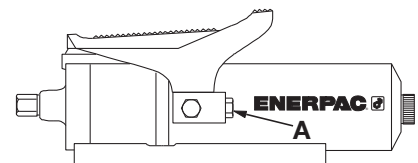

Figure 3
1. Voir la figure 3. Retirer le bouchon du connecteur hydraulique pivotant femelle NPTF de 3/8" (A) et installer l'extrémité mâle d'un raccord hydraulique NPTF de 3/8". Le raccord peut être un tuyau à haut débit, un flexible ou un adaptateur de manomètre.